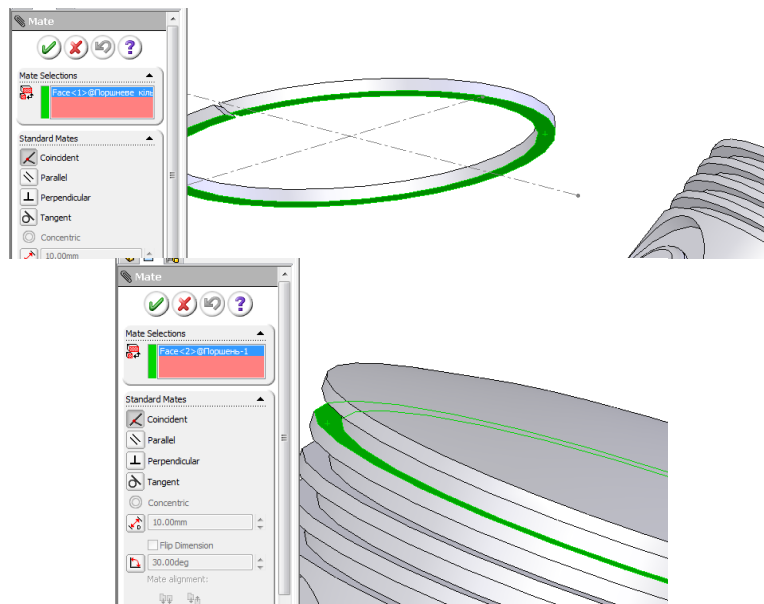

Рис. 7.3.6. Визначення положення поршневих кілець
4. Додайте в збірку поршневе кільце і за допомогою  УСЛОВИЙ СОПРЯЖЕНИЯ (MATES) вставте кільце у першу поршневу канавку (рис. 7.3.6-7).